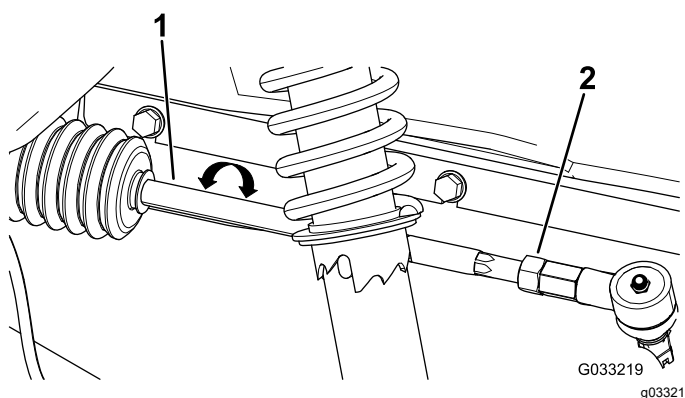

Figura 59
3. Se a medição obtida não se situar entre 0 e 6 mm, desaperte as porcas de retenção nas extremidades das barras (Figura 59).